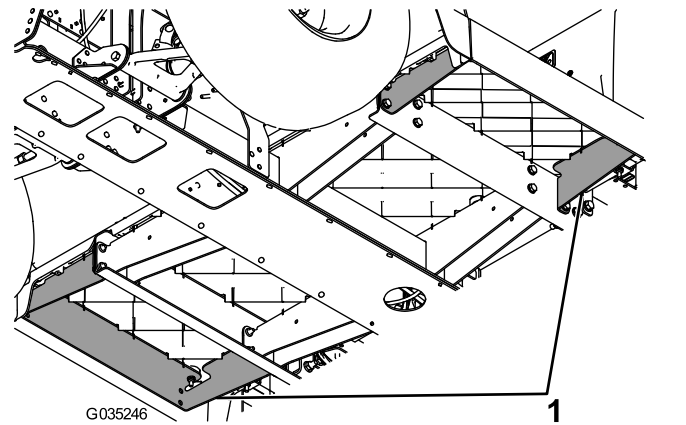

Figura 4
3. Retire um dos suportes existentes da placa do piso (Figura 4).
5. Retire o outro suporte existente da placa do piso (Figura 4).